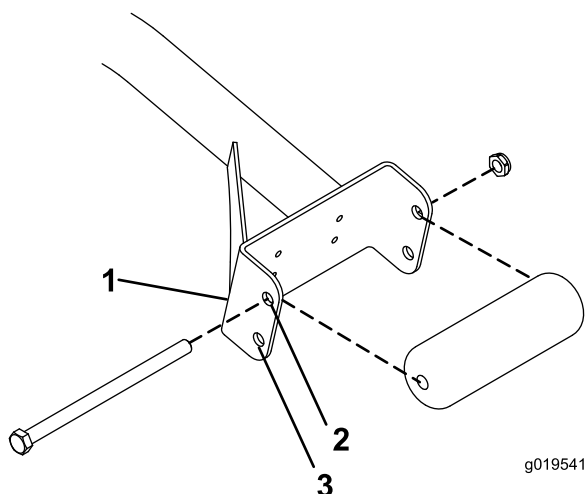

Figura 3
- Si utiliza unidades de corte de 69 cm (27 pulg.), los rodillos deben instalarse en los taladros de montaje superiores de los perfiles del soporte (Figura 3).
- Si utiliza unidades de corte de 81 cm (32 pulg.), los rodillos deben instalarse en los taladros de montaje inferiores de los perfiles del soporte (Figura 3).